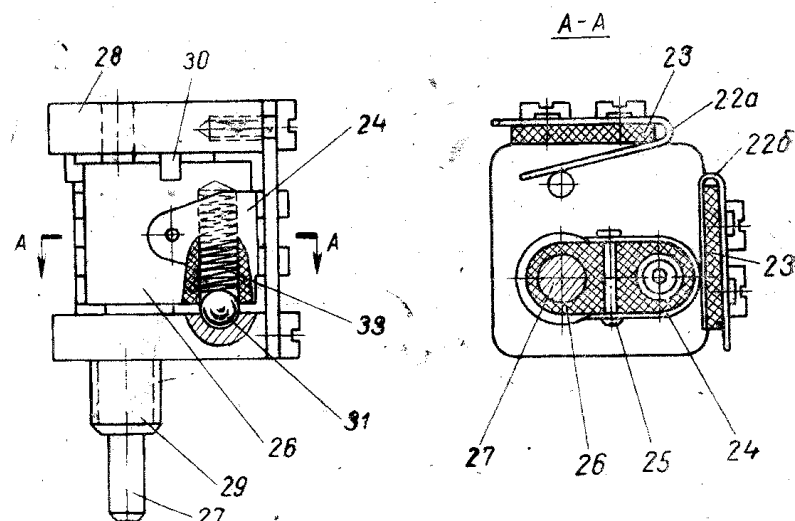

Рис. 11.
Переключатель рода измерения (13) (рис. 11) состоит из двух пар неподвижных пружинящих контактов (22а, 22б), закрепленных винтами на изоляционных панельках (28), и подвижного контакта (24), закрепленного штифтом (25) на пластмассовой колодке (26). Колодка закреплена на оси (27), подшипниками для которой служат отверстия в пластине (28) и втулке (29). Угол поворота оси (27) с контактом (24) ограничен упорами (30), закрепленными на пластине (28). Фиксация крайних положений оси с контактом осуществляется шариком (31), попадающим в лунки пластины, шарик прижимается к лунке пружиной (33).